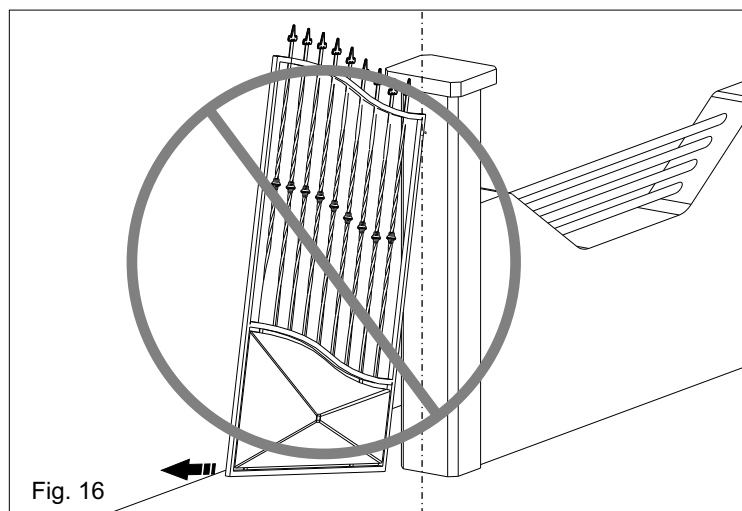
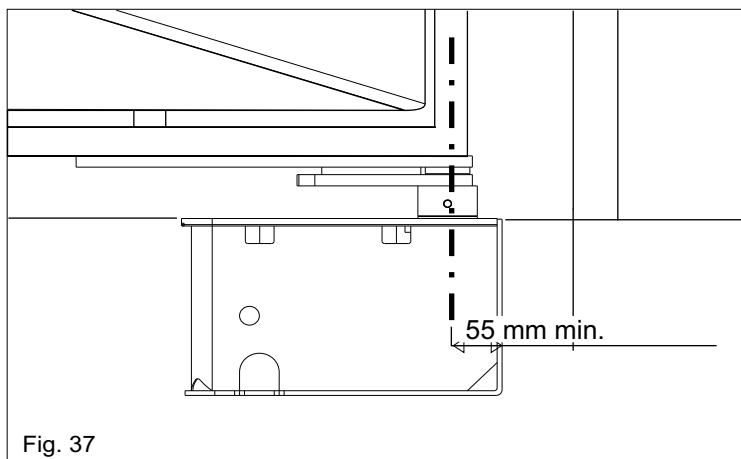

Fig. 16
Fig. 37
4.3. Hacer mucha atención a no poner la hoja fuera de los ejes (Fig. 16 y 17), pero hacer de manera que el árbol coincida con el eje de rotación del martinete.
**11.3.** Hacer mucha atención a no poner la hoja fuera de los ejes (Fig. 16 y 17), el árbol tiene que coincidir con el eje de rotación del gozne teniendo en cuenta que la distancia mínima de la columna es de 55 mm (Fig. 37).